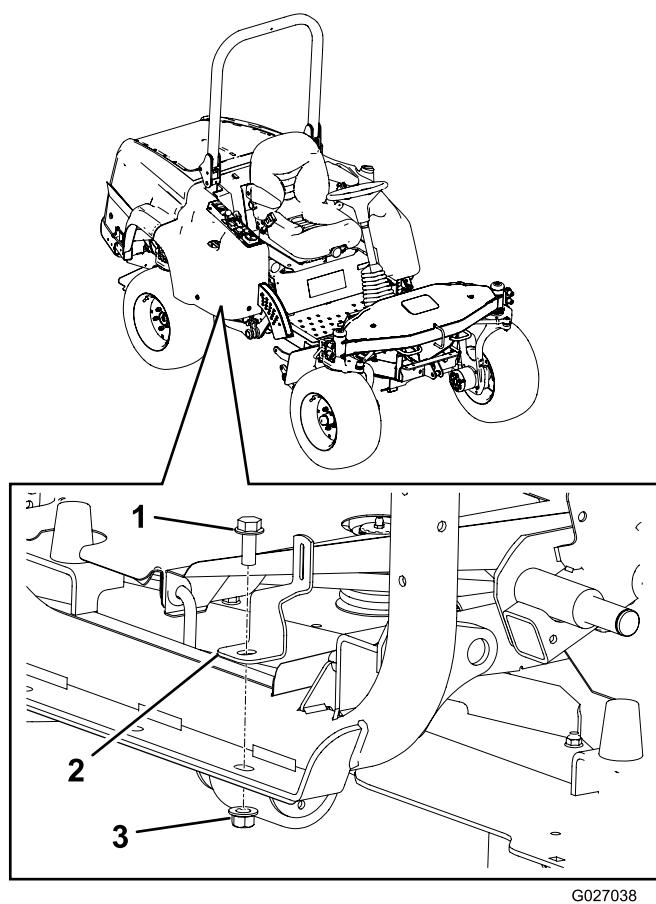

Figura 24
- Instale el soporte del protector en el lado derecho del bastidor con el perno y la tuerca que retiró en el paso anterior (Figura 24).